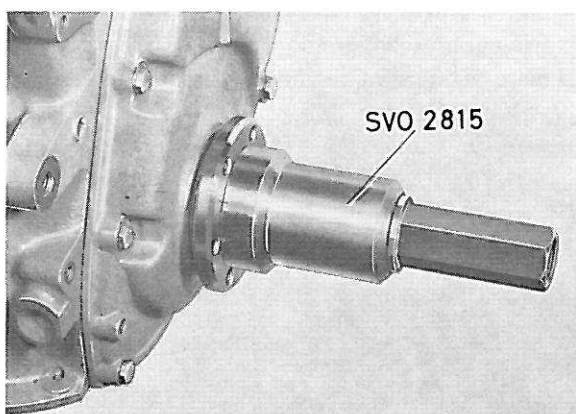

Figure 52. Montage de la tête "polygon"
5. Remonter la tête "polygon" avec l'outil 2815, voir figure 52. Avant le montage, graisser les surfaces de glissement de cette tête "polygon". **Noter le repérage** au pointeau à l'extrémité du vilebrequin et sur la tête "polygon". Monter la vis centrale de l'outil et la serrer avec une clé dynamométrique en se référant aux valeurs mentionnées dans les "Caractéristiques".
10. Remonter la tête "polygon" avec l'outil 2815, voir figure 52. Avant le montage, graisser les